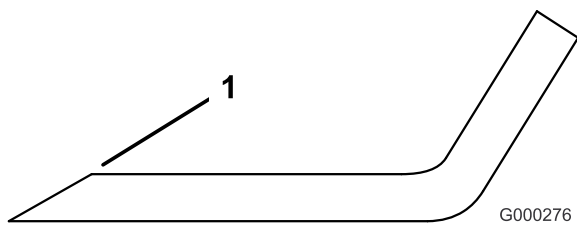

Bild 75
1. Schärfen Sie die Schnittkanten an beiden Enden des Messers (Bild 75). Behalten Sie den ursprünglichen Winkel bei. Das Schnittmesser behält seine Auswuchtung bei, wenn von beiden Schnittkanten die gleiche Materialmenge entfernt wird.